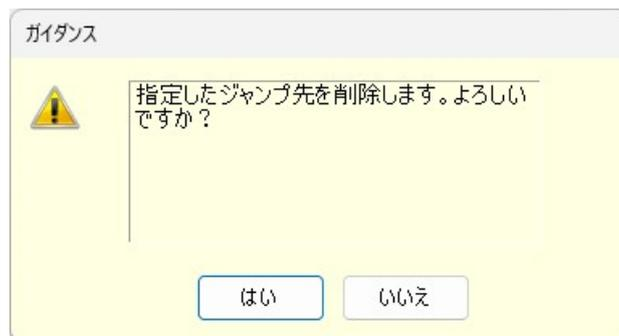

図6-7 ステップ削除の確認ダイアログ
- ジャンプ先やブランチステップに設定されているステップを削除した場合は，図6-7のようなダイアログが表示されます。**はい**を選択するとステップが削除され，ジャンプ先やブランチステップは，ステップ番号0に自動更新されます。**いいえ**を選択すると，ステップの削除はキャンセルされます。